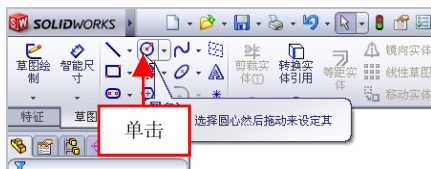

图 2-2 单击【圆】按钮
(2) 切换至【草图】选项卡，单击【圆】按钮，如图 2-2 所示。